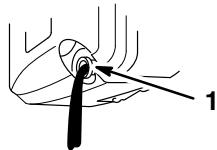

Figure 17
4. Retirer la jauge d'huile, basculer la tondeuse du côté gauche, et laisser l'huile s'écouler par le tube de remplissage dans un récipient approprié (Fig. 17).